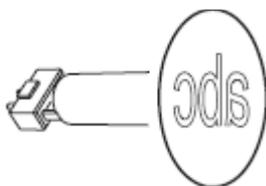
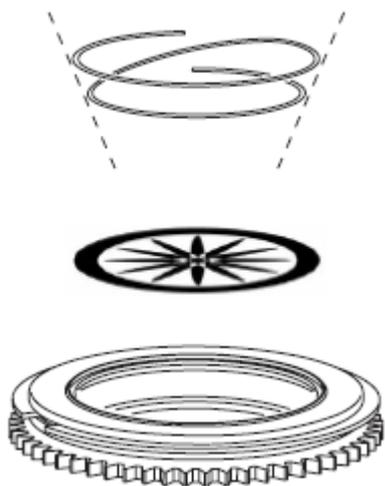

Рис.13 Расположение гобо
рис.16 Вращающийся держатель гобо
Большинство гобо необходимо устанавливать фронтальной стороной в определенном направлении, чтобы избежать повреждения высокими температурами. Направления, отображенные на рис.13 применимы в большинстве случаев, однако если у вас есть какие-либо сомнения по поводу ориентации гобо конкретного типа, проконсультируйтесь с дистрибьютором Martin или поставщиком гобо.
4. Вставьте новый гобо в держатель таким образом, чтобы сторона, которая будет направлена на лампу, была обращена вверх в сторону пружины (см.рис.13 и рис.16)
5. Вставьте пружину узким концом к гобо так, как это показано на рис.16. Засуньте пружину за край держателя.